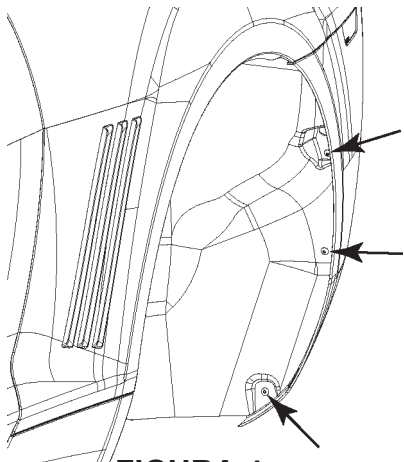

FIGURA 4
6. Desinstale los tornillos del protector de la rueda utilizando una broca Torx T15 3 de cada lado, guárdelos. Consulte la figura 4.